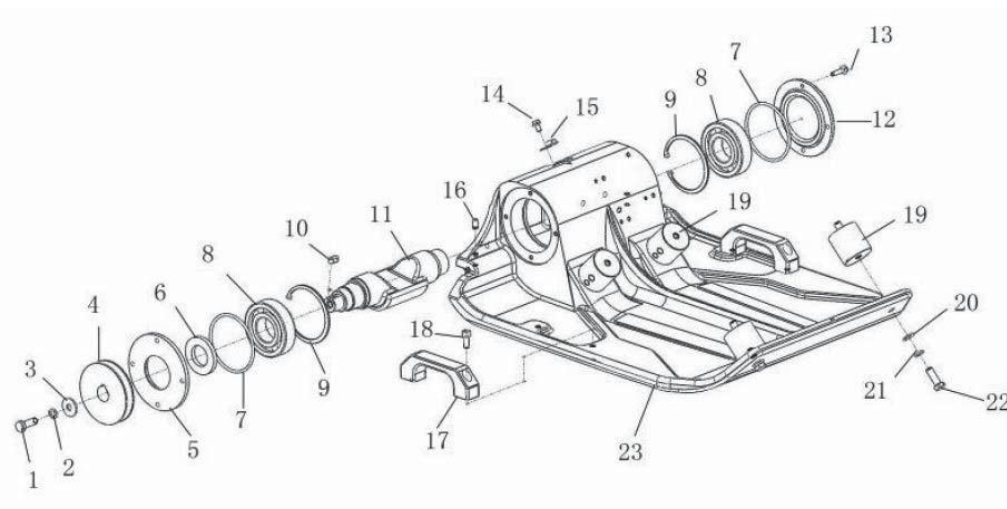

Рис.2. Устройство вибратора
- РС1150FT- открутить пробку заливного отверстия рядом с правой крышкой подшипника (12) Рис. 2.